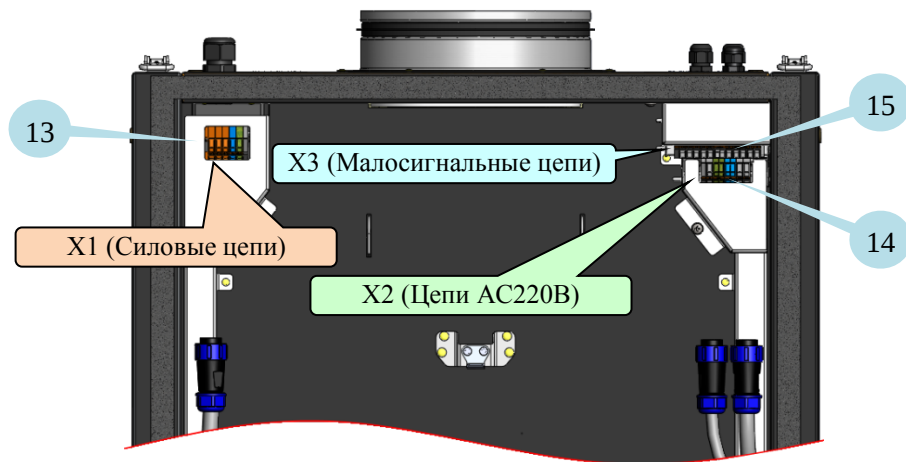

Рис. 2
Внутри корпуса находится основной съёмный блок УВН (2), включающий в себя центробежный вентилятор, керамические РТС-нагреватели, плату контроллера, плату управления нагревателями, каналный датчик температуры, датчик температуры наружного воздуха (для GTC) и датчики перегрева. Внутри корпуса также установлены: кассета с пылевым фильтром (3), клапан воздушный (4), электропривод воздушного клапана (5). По боковым сторонам корпуса предусмотрены элементы крепления установки под винты М6. Крепить установку можно также с помощью специальных комплектов кронштейнов (6). Под основным съёмным блоком (2) установлены клеммные колодки (13, 14, 15) (См. Рис. 2) для внешних подключений. Фиксация пылевого фильтра (3) осуществляется с помощью рычагов (7). Приточный воздух выдается в канал через выходной фланец (12).